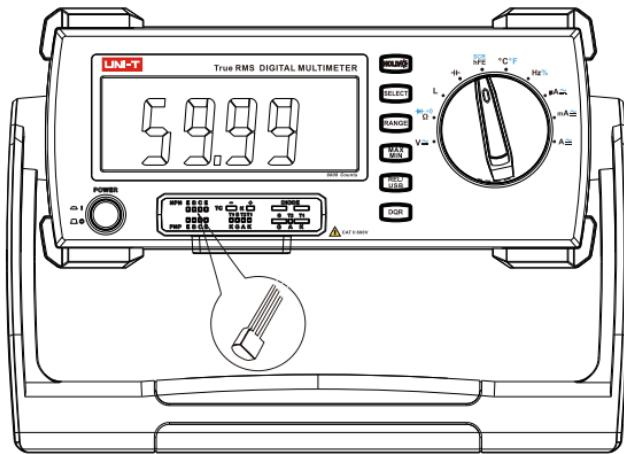

图6
- 将旋钮开关置于 **hFE** 档位。按下 **SELECT** 键切换成晶闸体管测量功能。（如图6）